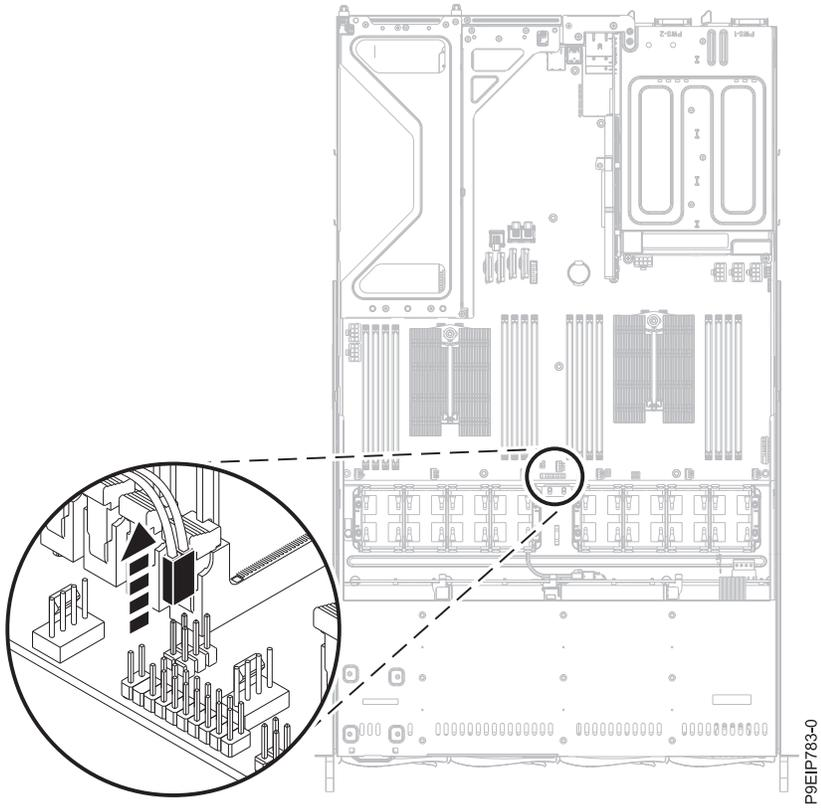

Figura 37. Extracción del cable del interruptor de la cubierta
9. Fíjese en la posición y en la orientación del cable del interruptor de la cubierta. Extraiga el cable del interruptor de la cubierta de la placa posterior del sistema, tal como se muestra en la Figura 37 en la página 40.